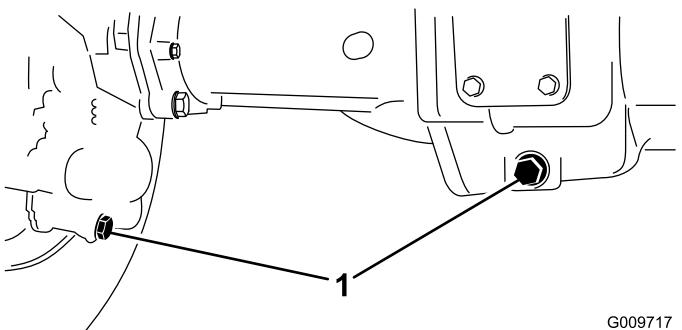

Figura 80
2. Pulite attorno ai 3 tappi di spurgo, 1 per lato ed 1 in centro (Figura 80).